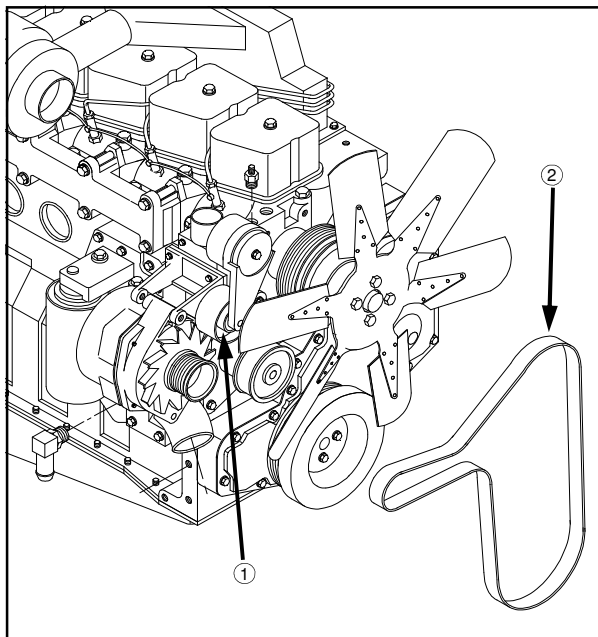

FIG 7.43
**Remoción** – Inserte una llave tubo cuadrada de 3/8 de pulgada en el tensor de la correa (Fig. 7.43, ítem 1) y levante para poder quitar la correa (fig. 7.43, ítem 2).